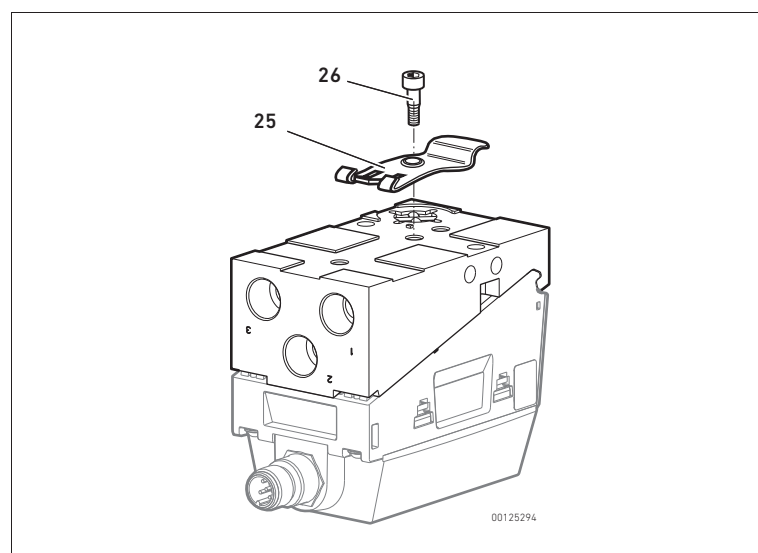

Abb. 8: Befestigungssatz für Tragschiene montieren
- 1 Befestigungsblech (25)
- 1 Zylinderkopf-Schraube (SW 4) (26), Anzugsmoment: 1 Nm
1. Montieren Sie den Befestigungssatz wie in Abb. 8 dargestellt. Das Befestigungsblech (25) greift in die Vertiefungen ein und kann dadurch rechtwinklig in drei Richtungen zum Gerät ausgerichtet werden.